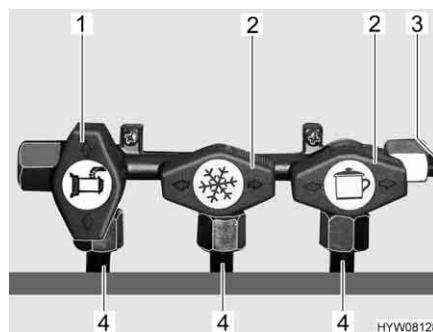

Fig. 87 Posizione dei rubinetti di arresto del gas (esempio)
- Posizionare il rubinetto di arresto del gas dell'apparecchio a gas corrispondente parallelamente (Fig. 87,1) alla tubatura (Fig. 87,4) che alimenta l'apparecchio a gas.
- Posizionare il rubinetto di arresto del gas dell'apparecchio a gas corrispondente trasversalmente (Fig. 87,2) alla tubatura (Fig. 87,4) che alimenta l'apparecchio a gas.